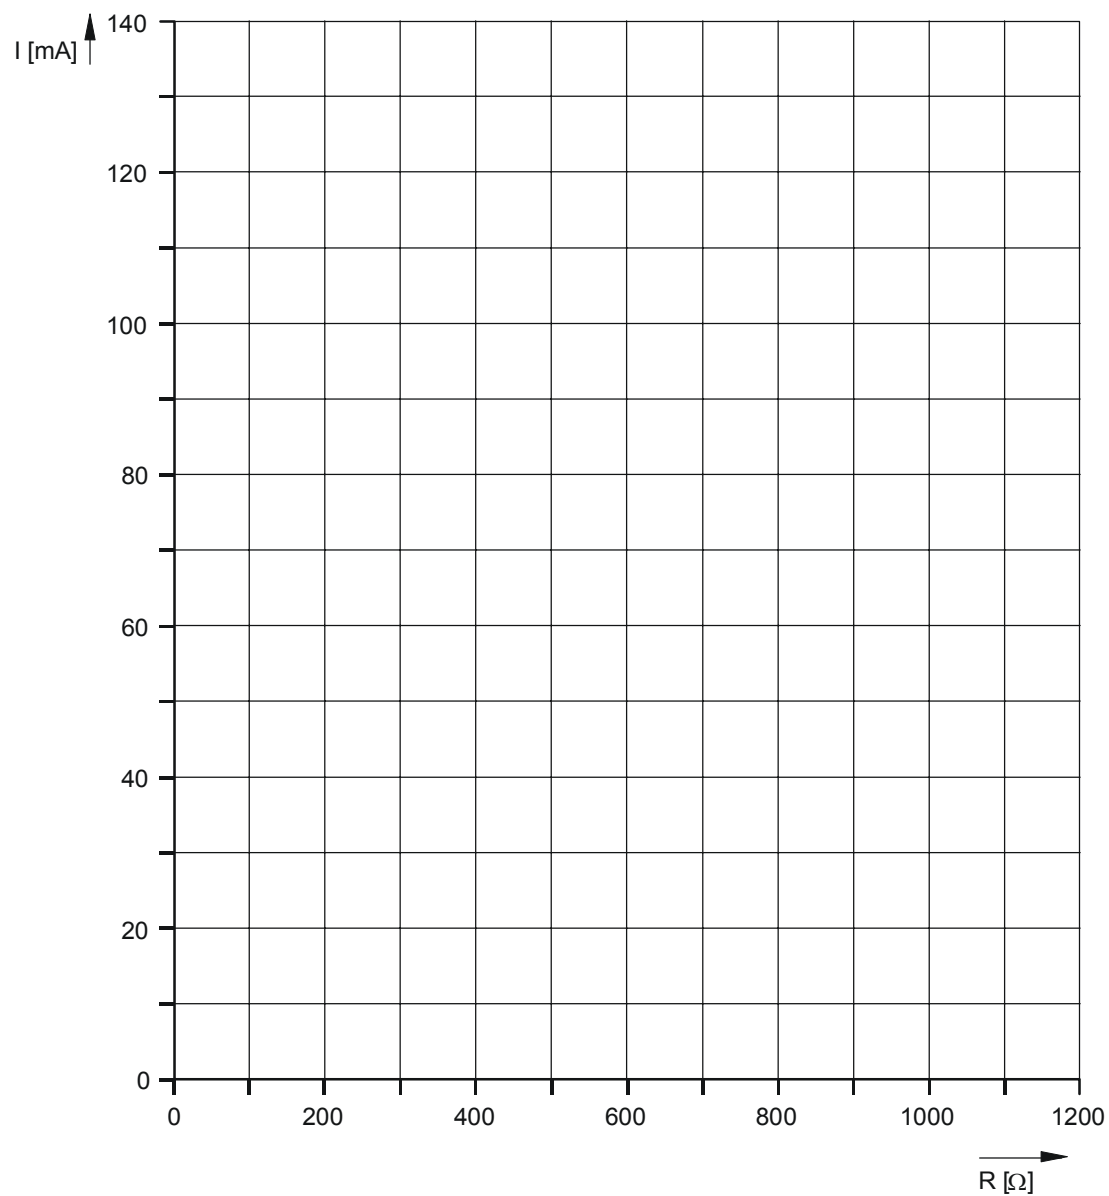

Abb. 2.2.4
- Die Kennlinien sind in das Kennlinienfeld Abb. 2.2.4 zu zeichnen.